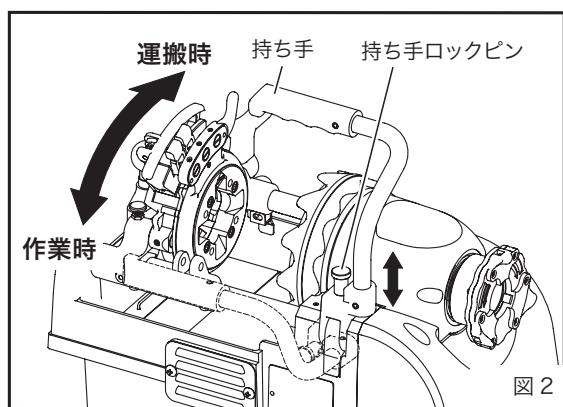

図2
1. マシンの運搬(図2)
- ・ねじ切りなどの作業時は必ず持ち手を図2の作業時の位置にしてください。